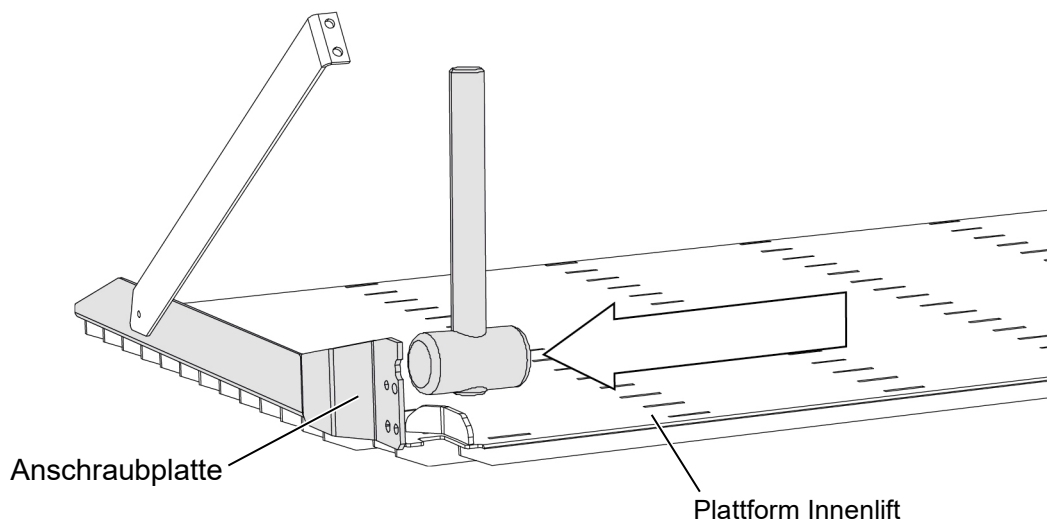

Abbildung 15: Anschraubplatte richten
- Richten Sie die Anschraubplatten der Plattform (siehe Abbildung 15).